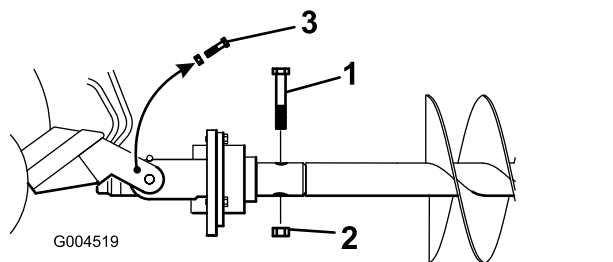

Figura 8
10. Fissate la trivella alla testata motrice con un bullone (7/8" x 4 1/2") e un dado (7/8"), come mostrato nella Figura 8.